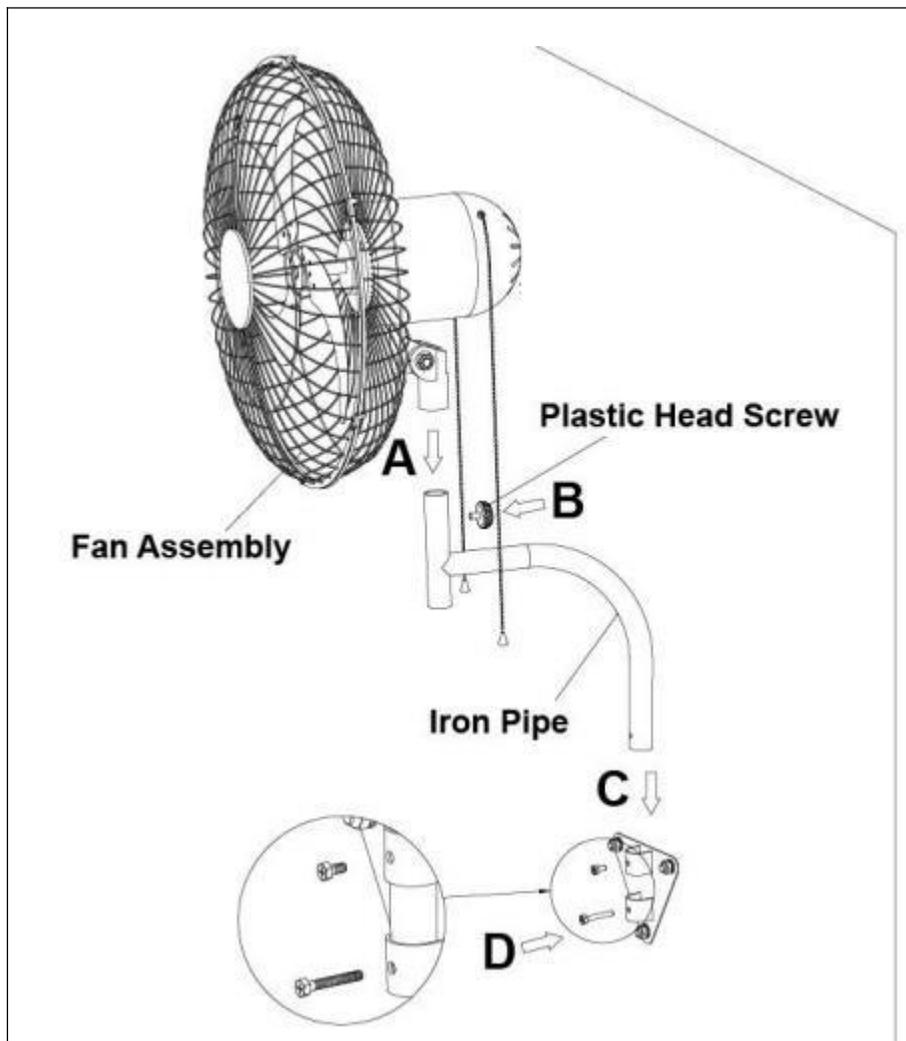

Afbeelding 7.
3) . Lijn de schroefgaten aan de onderkant van de voor- en achterroosters uit en bevestig vervolgens de knoppen bovenop het voorste roosterdeksel vast aan het achterste roosterdeksel, maak alle knoppen van het roosterdeksel vast en vergrendel ten slotte de veiligheidsschroeven (18). Zie (Fig. 7.)